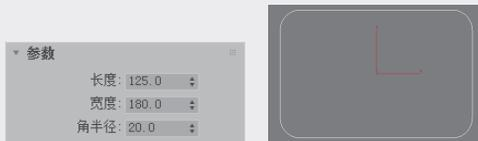

图3-10 创建矩形图形
- 角半径：用来创建圆角。值为0时，矩形四角为90度。如图3-10所示是一个“长度”为125、“宽度”为180、“角半径”为20的矩形效果。